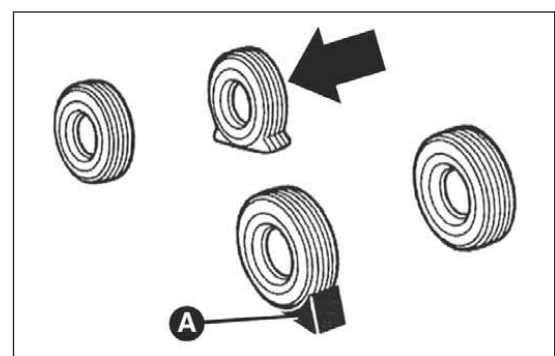

Abb. 159
- Den Haltekeil hinten am Rad diagonal gegenüber dem Rad positionieren, das ersetzt werden (siehe Abb. 159), so dass das Fahrzeug sich im angehobenen Zustand nicht bewegt;